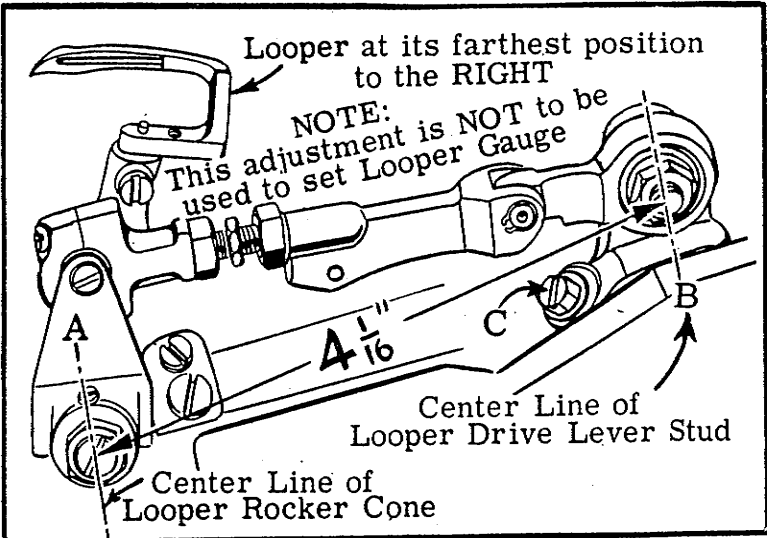

Fig. 20
Fig. 20 Con el looper en el extremo derecho de su recorrido, controle la línea central del perno de la palanca de impulso del looper (B). Galga 21.227 CX es usada